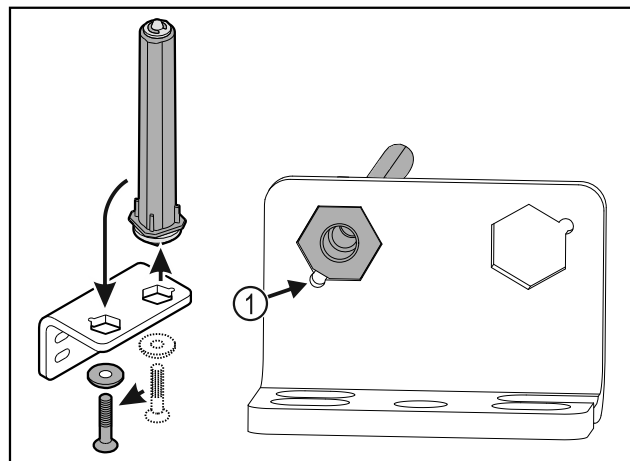

Fig. 19
- Se till att bultens fasning Fig. 19 (1) är vänd mot det runda hålet vid isättningen.